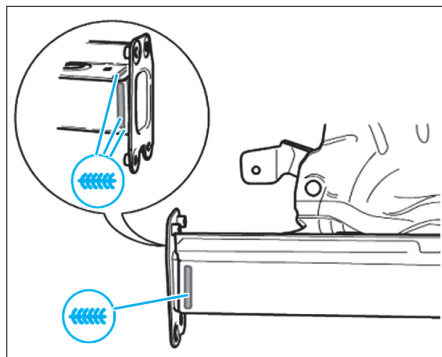

FIG. 25
- Ajuster et souder l'embout de longeron comme illustré (Fig.25).